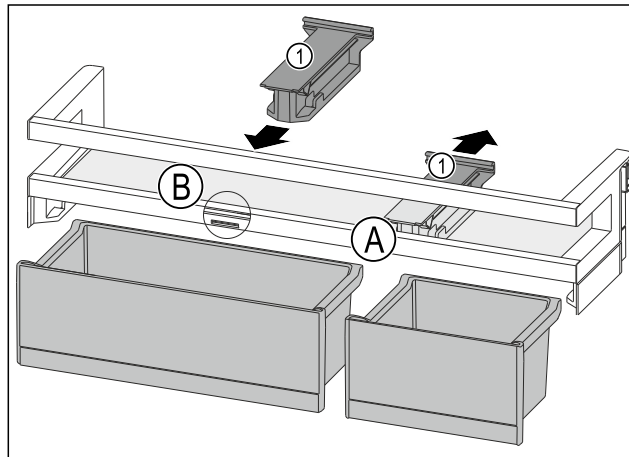

Fig. 87
- ▶ Držalni del Fig. 87 (1) odstranite nazaj v položaj Fig. 87 (A).
- ▶ Držalni del Fig. 87 (1) vstavite v položaj Fig. 87 (B).